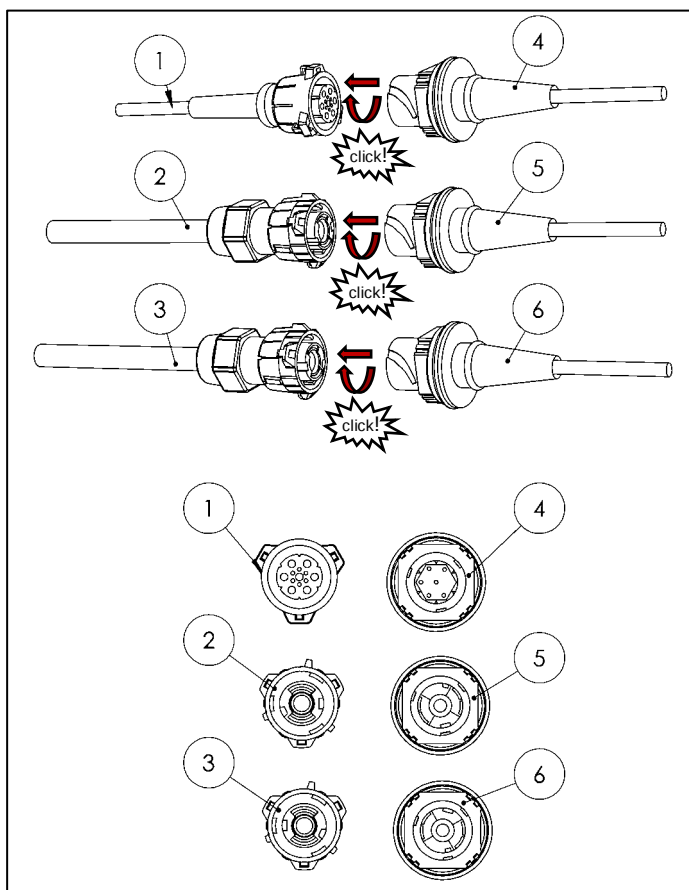

Abbildung 57
- **Zuleitungskabel und Kabel für Einschaltsatz** mit den dafür vorgesehenen Anschlussdosen verbinden (siehe Abbildung 57).